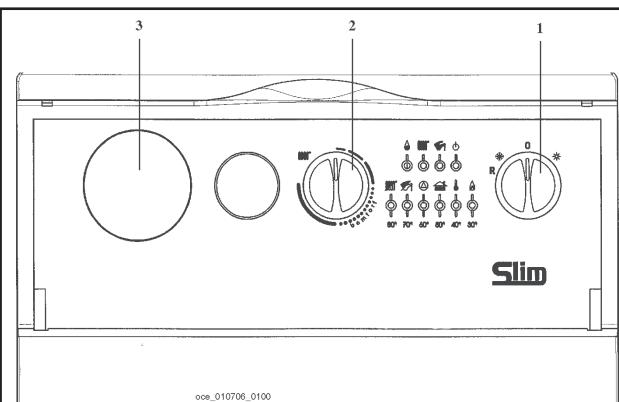
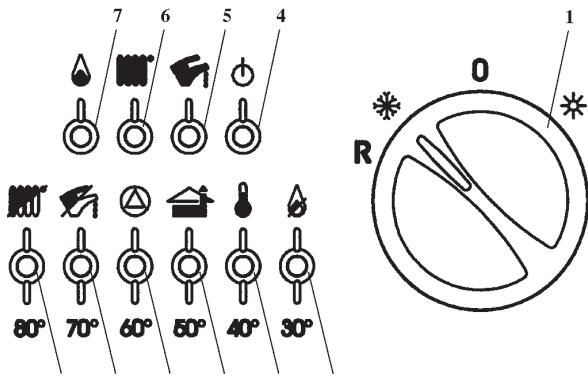

Рис. 1: Панель управления котла
Рис. 2: Световая индикация
- установить переключатель режимов «лето - зима» (рис. 1, позиция 1) в режим «зима».
- установить регулятор температуры воды в системе отопления (рис. 1, позиция 2) на нужное значение.
Важная информация: при переключателе режимов «лето - зима» (рис. 1, позиция 1), установленном в положении «зима» , перед каждым очередным включением котла по сигналу регулятора системы отопления установлена задержка на несколько минут (для того чтобы избежать частых включений/выключений). Для того чтобы горелка включилась сразу, переведите переключатель в положение (0), а затем снова установите режим «зима».
Внимание! При первом включении внутри трубы подачи газа могут образоваться воздушные пробки. В таких случаях горелка не будет включаться и произойдет блокировка котла по газу (загорается красная лампочка блокировки котла - рис. 1, позиция 8).
При возникновении данной проблемы повторите процесс включения котла до поступления газа в горелку, кратковременно установив перед включением переключатель режимов (рис. 1, позиция 1) в положение R (сброс).
Данное устройство может быть снабжено комнатным термостатом для контроля температуры отапливаемого помещения. В этом случае регулятор температуры воды в системе отопления (рис.1, поз.2) устанавливается в максимальное положение, а сигналы на включение и выключение котла поступают от комнатного термостата.
При отсутствии комнатного термостата температура помещения регулируется косвенным образом при помощи регулятора температуры воды в системе отопления (рис.1, поз.2); при таких условиях насос системы отопления работает постоянно. Для увеличения температуры повернуть регулятор по часовой стрелке, для уменьшения - против часовой стрелки.
-Установить переключатель режимов (рис. 1, позиция 1) в положение (0), проследив, чтобы лампочка-индикатор (рис. 2, позиция 4) погасла; таким образом прекращается подача электричества в котел.
- переключатель режимов (рис.1, позиция 1) не установлен в положение (0);